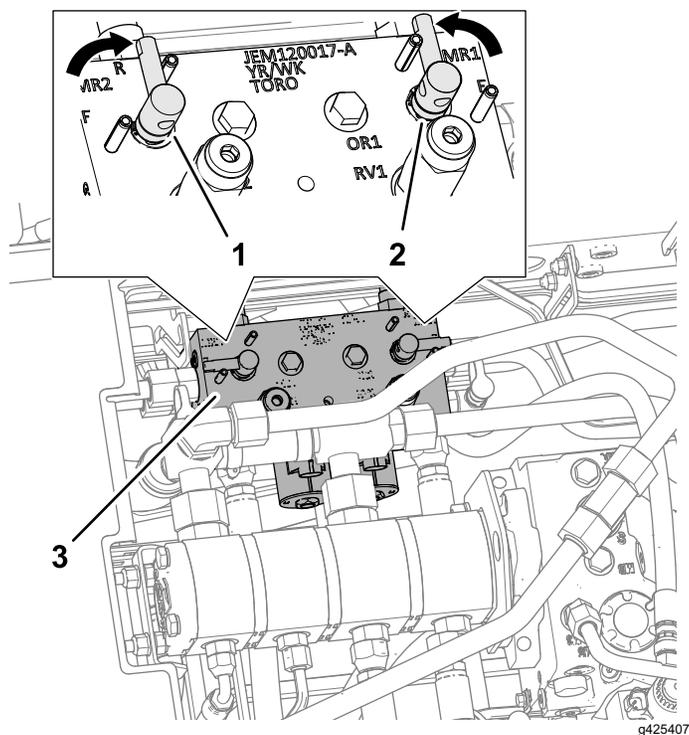

Figura 150
4. Sbloccate il sedile ed alzate per esporre il collettore del tosaerba (Figura 150).
5. Spostate le leve di lappatura in posizione R (lappatura) (Figura 150).